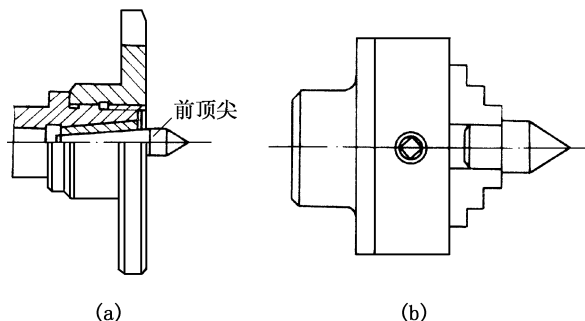

图3-35 前顶尖
(1) 前顶尖。前顶尖随同工件一起旋转,与中心孔无相对运动,不产生摩擦。前顶尖的类型有两种(图3-35),一种是插入主轴锥孔内的前顶尖(图3-35(a)),另一种是夹在卡盘上的前顶尖(图3-35(b))。这种顶尖在卡盘上拆下后,当需要再用时,必须将锥面重新修整,以保证顶尖锥面的轴线与车床主轴旋转中心重合。其优点是制造安装方便,定心准确;缺点是顶尖硬度不高,容易磨损车削过程中容易抖动,只适合小批量生产。